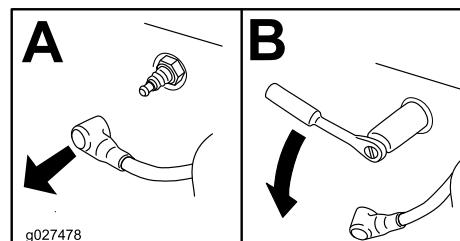

Figura 47
4. Localizați și îndepărtați buzia (bujile) după cum se arată în Figura 47.